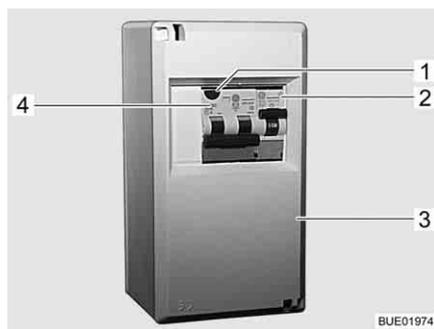

Fig. 147 Scatola dei fusibili a 230 V
Un interruttore di sicurezza per correnti di guasto combinato (Fig. 147,4) nella scatola dei fusibili (Fig. 147,3) protegge l'intero veicolo da correnti di guasto (0,03 A).
In veicoli con accessori opzionali (ad es. impianto di climatizzazione), un ulteriore interruttore di sicurezza (10 A) (Fig. 147,2) protegge l'apparecchio.
- Se il veicolo è collegato all'alimentazione a 230 V, premere il tasto di controllo (Fig. 147,1). L'interruttore di sicurezza per correnti di guasto deve scattare.